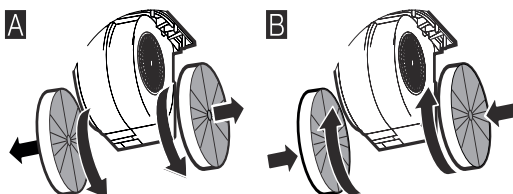

Fig. 5
4. Introduceți două filtre de cărbune activat în fantele de pe ambele părți ale carcasei ventilatorului, cu grila de plastic spre interior (fig. 5), dacă este necesar, deplasați la o parte firele adiacente.